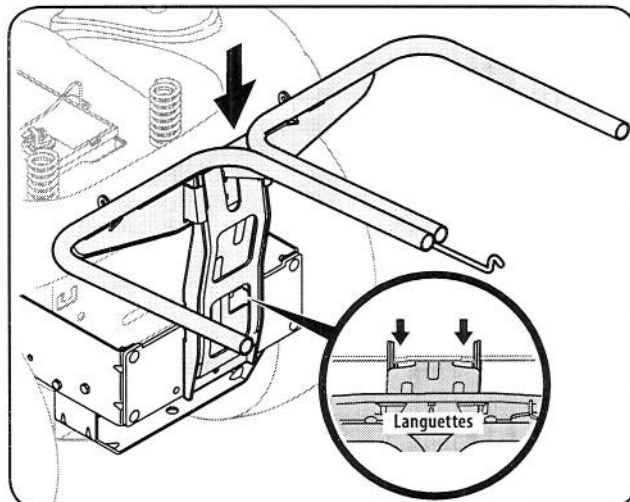

Figure 4-9
4. Installez l'assemblage des battants du dispositif d'ensachage sur l'assemblage de montage du tracteur en l'accrochant sur le plateau d'attelage entre les deux languettes. Consultez la figure 4-9.